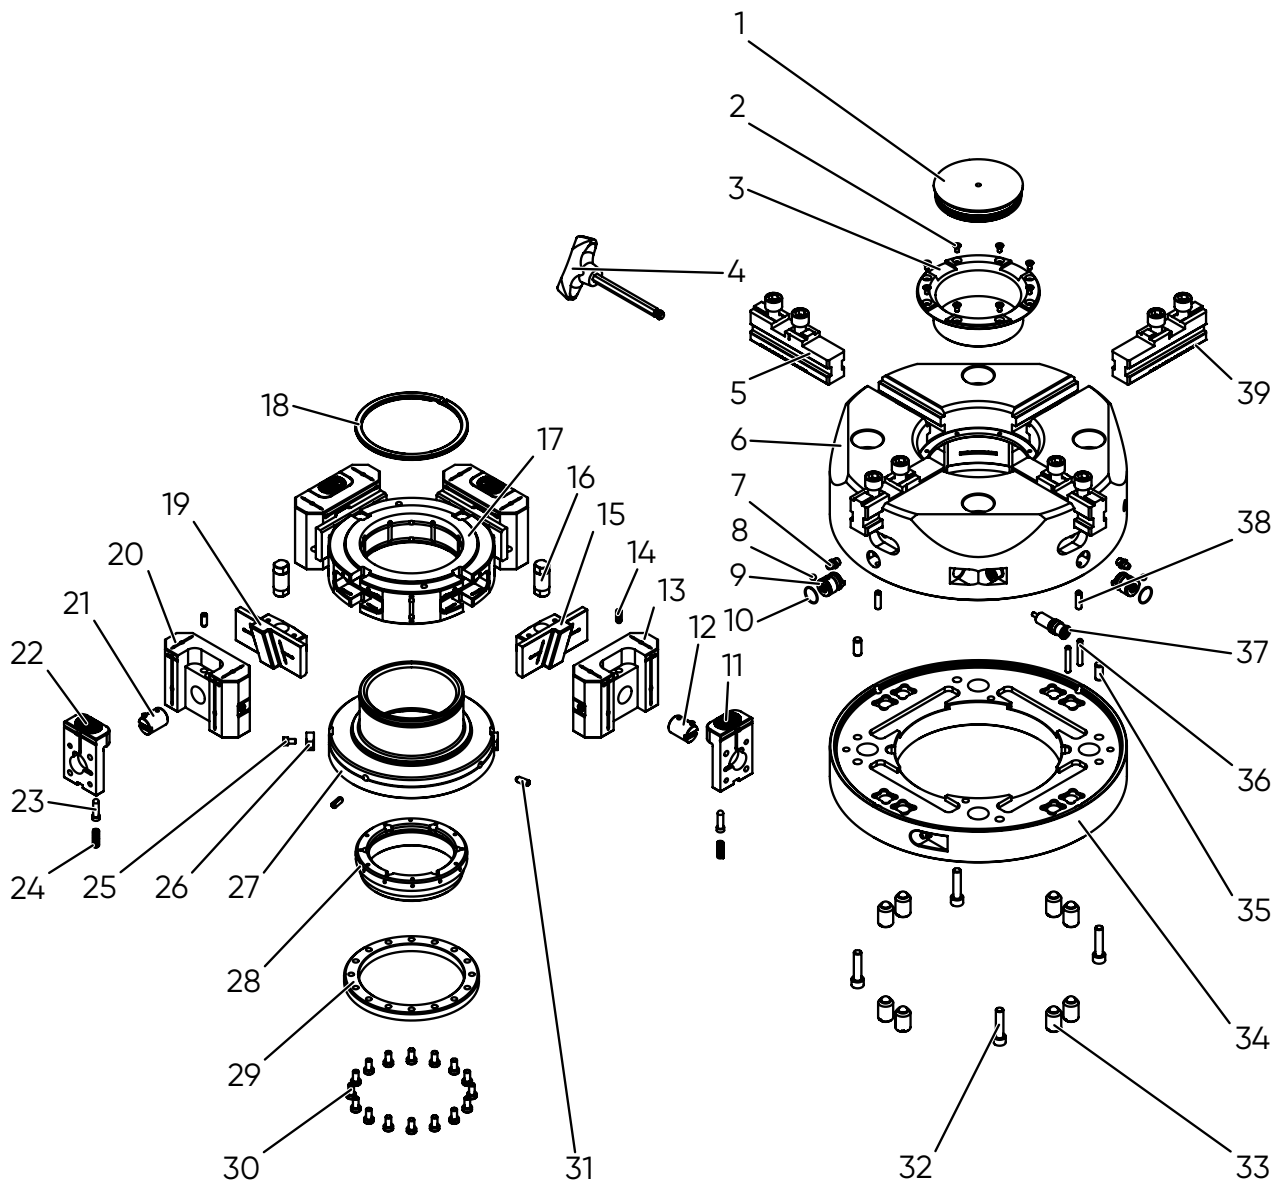

Abb. 8-1: Montage der Aufsatzbacken
Schritt 1 Suchen Sie in der Abb. 8-1 [... ▶ 52] das gewünschte Ersatzteil.